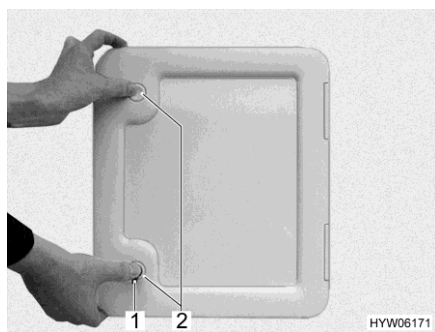

Fig. 289 Sportello per il serbatoio fecale
- Aprire lo sportello per il serbatoio fecale all'esterno del veicolo. Inserire la chiave nel cilindro della serratura a pressione (Fig. 289,1, Fig. 290,1 o Fig. 291,1) e ruotare di un quarto di giro.
- Se presenti: Premere contemporaneamente con i pollici entrambe le serrature a pressione (Fig. 289,2 o Fig. 291,2) e aprire lo sportello.